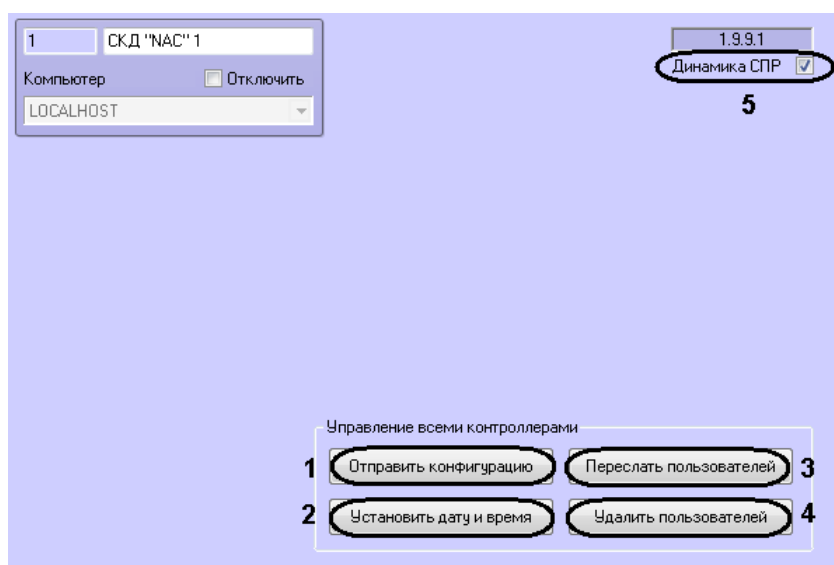

Рис. 3.4—5 Пересылка данных в контроллер
- Для пересылки конфигурации необходимо нажать кнопку **Отправить конфигурацию** (Рис. 3.4—5, 1).
- Для синхронизации времени необходимо нажать кнопку **Установить дату и время** (см. Рис. 3.4—5, 2).
- Для записи пользователей необходимо нажать кнопку **Переслать пользователей** (см. Рис. 3.4—5, 3).
- Для очистки базы пользователей контроллера (-ов) нажать кнопку **Удалить пользователей** (см. Рис. 3.4—5, 4).
Если необходимо выполнять автоматическую пересылку данных программного модуля *Служба пропускного режима* в контроллер, установить флажок **Динамика СПР** и нажать кнопку **Применить** для сохранения изменений (см. Рис. 3.4—5, 5).